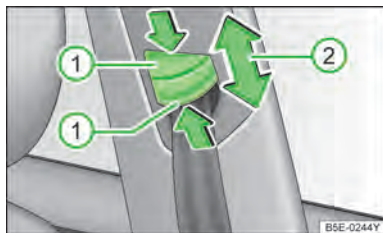

图 7
- 按住»图 7 1所示的安全带导向件。
- 沿所需方向向上或向下移动导向装置»图 7。